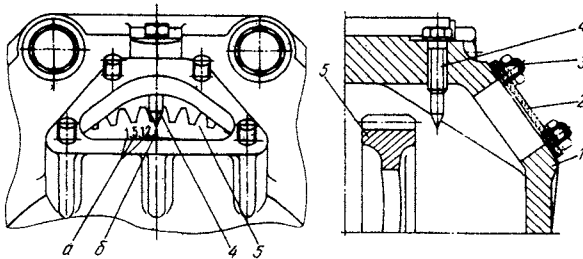
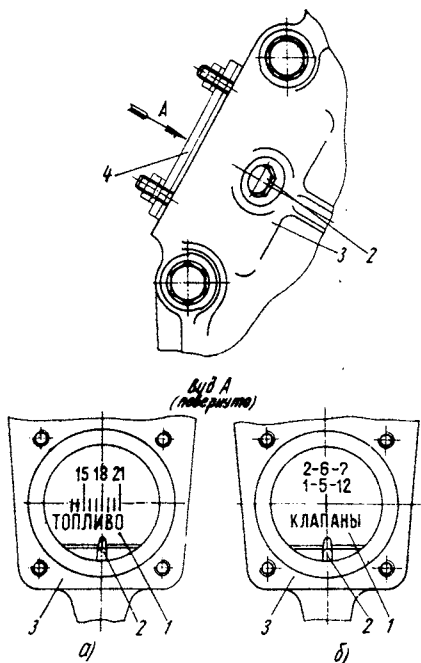

Рис. 41. Метки для регулировки клапанов:
Рис. 42. Регулировочные метки на гасителе крутильных колебаний:
4. Снять крышку 2 (рис. 41) смотрового люка, находящуюся на картере маховика, или крышку 4 (рис. 42) на передней крышке блока цилиндров с пра-
6. Для регулировки зазоров клапанного механизма следующего цилиндра повернуть коленчатый вал в направлении рабочего вращения до совмещения меток (рис. 41 и 42б) соответствующих цилиндров с указателем.
Вращать коленчатый вал до совмещения метки «топливо» (рис. 42) с указателем или риски (рис. 49) с указателем в соответствии с углом опережения впрыскивания:
В момент совмещения меток, показанных на рис. 42 и 49, должны совместиться метка на торце муфты 3 (рис. 50) опережения с риской на указателе 2. Если метки не совместились, отвернуть две гайки, как показано на рис. 50, и поворотом муфты опережения за счет овальных отверстий на приводе совместить метки.